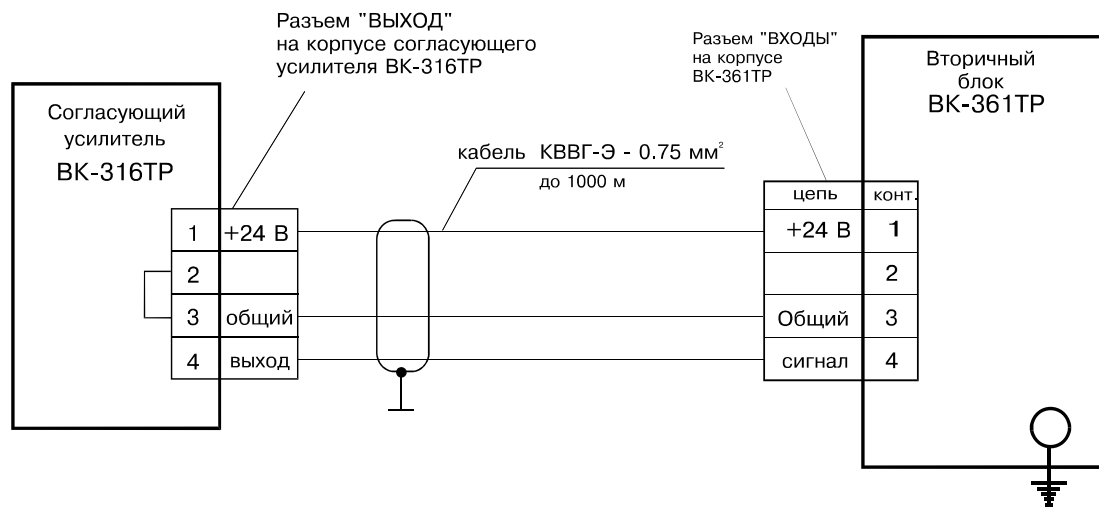

Рис. 8.
На Рис. 8 приведена схема соединения и заземления блоков ВК-316ТР и ВК-361ТР.
- Провести соединение блоков по схеме соединения, приведенной на *Рис. 8* в разделе 4. Кабель для каждого выхода преобразователя должен иметь две жилы, заключенные в экран.